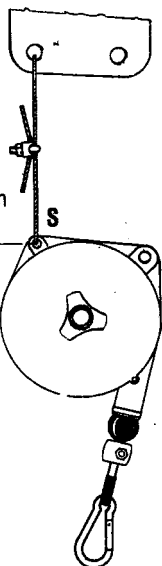

Fig. 3
- For å redusere kapasiteten trekkes knapp 4 og dreies retning mot urviseren (etterpå må knapp 4 komme tilbake i kontakt med platen 5) (Fig. 3).
- Para reduzir a capacidade, puxe para fora o botão 4 e rode-o no sentido dos ponteiros do relógio (depois, o botão 4 tem que voltar a entrar em contacto com a chapa 5) (Fig. 3).